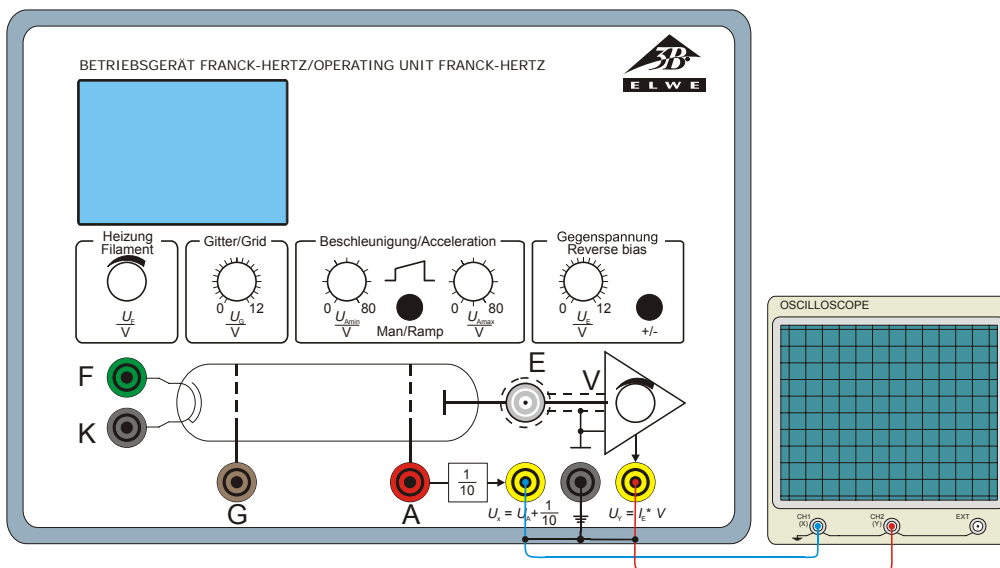

Fig. 7 Conexão de um osciloscópio no aparelho para o experimento de Franck-Hertz
- Conectar a saída U_x do aparelho para o experimento de Franck-Hertz ao Channel 1 (desvio X) e a saída U_y ao Channel 2 (desvio Y) do osciloscópio. (vide Fig. 7)